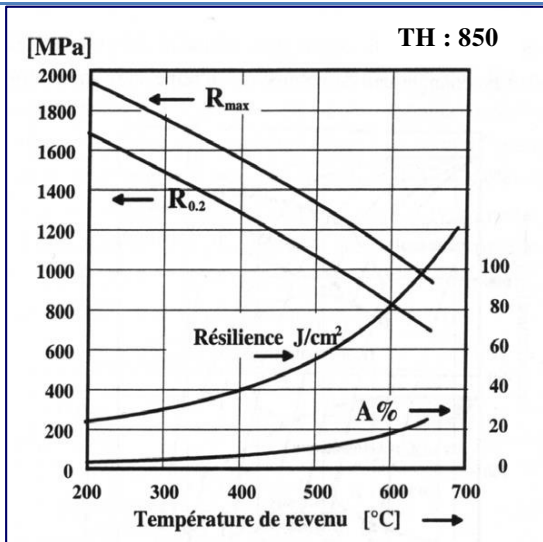

Fig.2 Diagramme de revenu.
9. Un client exige une résilience supérieure à 40 J/cm^2 et une résistance maximale $R_{\text{max}}=1400 \text{ MPa}$. Décrire le cycle thermique nécessaire en détail. Indiquer la température de chauffage. Donner les caractéristiques finales de matériau obtenu à la fin de chaque traitement (Figure 2).